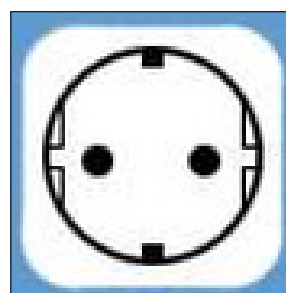

fig. 18 - Presa Schuko
- una presa a muro Schuko con messa a terra e protezione separata (fig. 18);